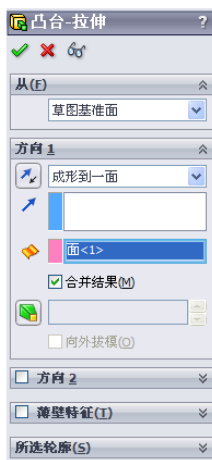
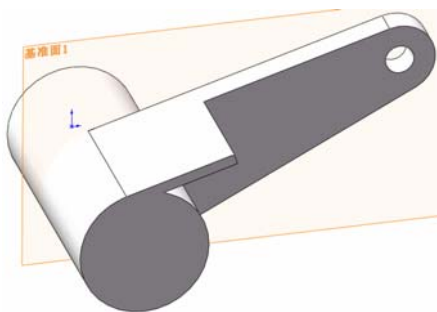

图 13-128 “凸台-拉伸”属性管理器
图 13-129 拉伸实体 3
(8) 拉伸实体 3。选择菜单栏中的“插入”→“凸台/基体”→“拉伸”命令，或者单击“特征”工具栏中的（拉伸凸台/基体）按钮，此时系统弹出如图 13-128 所示的“凸台-拉伸”属性管理器。设置拉伸终止条件为“成形到一面”，选择之前创建的拉伸体，然后单击（确定）按钮，结果如图 13-129 所示。